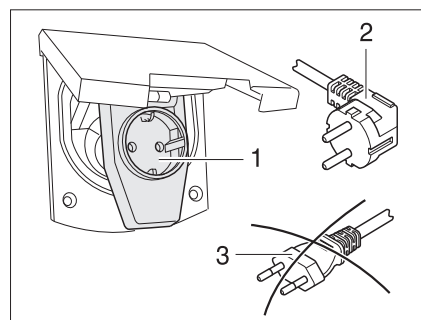

Fig. 95 Conexión a un conector con salida lateral del cable con caja de enchufe
- ▶ Al utilizar un acoplamiento acodado CEE 17, con caja de enchufe incorporada en el lado trasero (Fig. 95,1), emplear únicamente un conector IP 44 de goma impermeable, con contacto protector (Fig. 95,2). No utilizar conector sin contacto protector (Fig. 95,3). ¡Peligro de electrocución!